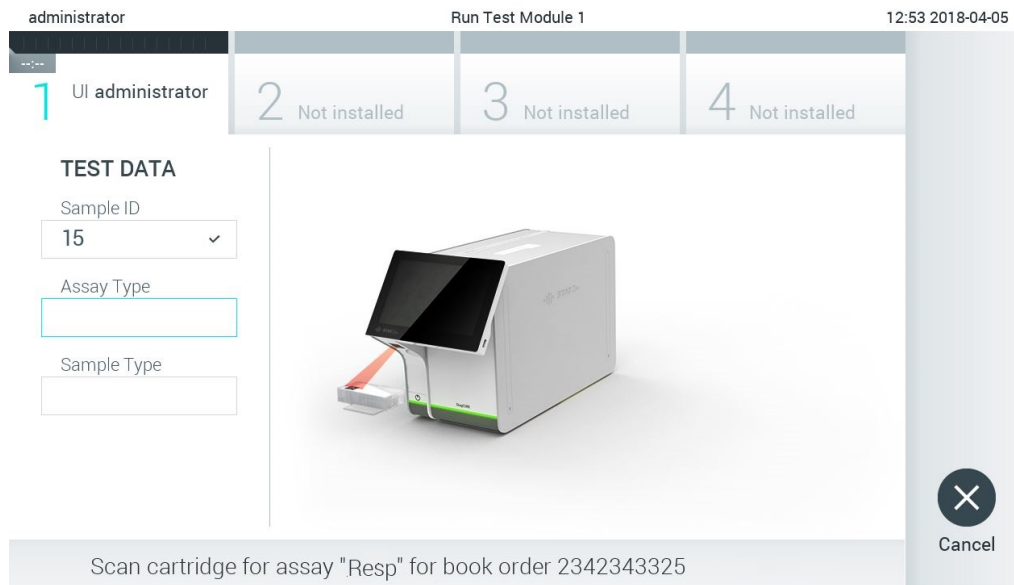

Рис. 77. Сканування штрих-коду тестового картриджа КВІАстат-ДКс.
- Коли заявку на тест успішно отримано з хосту, відображається повідомлення «Scan cartridge for assay <assay\_name> and book order <order\_number>» (Відскануйте картридж для аналізу <назва\_аналізу> і розміщеної заявки <номер\_заявки>). Відскануйте штрих-код указанного тестового картриджа КВІАстат-ДКс (рис. 77).